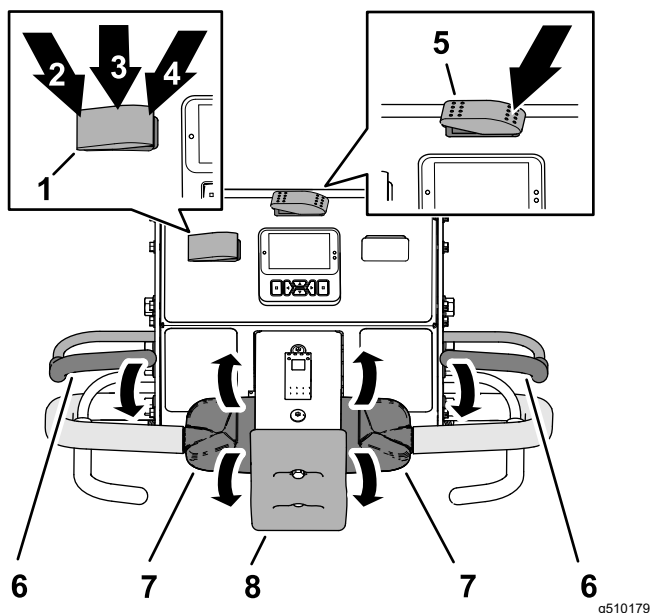

Bild 74
1. Schalten Sie den Transport-/Aerifizierungsschalter in die TRANSPORT -Stellung (Bild 74).